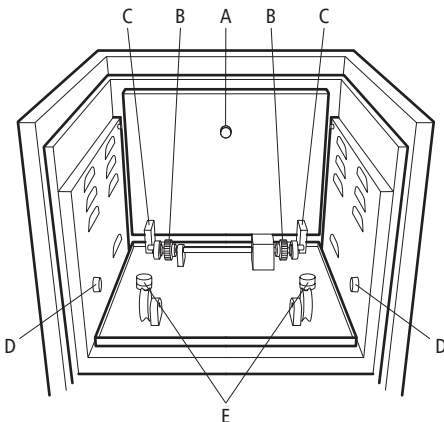

Figure 4: Pièces motrices de l'étuve INC-200D-H
- 5.4 Placez le tournebroche dans l'étuve, sur le mécanisme de rotation, en veillant à ce que les bandes dentelées à l'une ou l'autre extrémité du tournebroche se logent dans les roues dentées du mécanisme de rotation à l'arrière de l'étuve (B sur la figure 4). Les collerettes en plastique du tournebroche se positionnent sur les petites roues du plancher de l'étuve. Fermez la porte de l'étuve.
- 6.2 Soulevez la plate-forme par sa poignée (A sur la figure 4) depuis sa position de rangement, faites-la coulisser vers l'avant et posez-la sur le mécanisme de bascule en plaçant les ergots latéraux de la plate-forme dans les gorges de retenue (D) sur les parois latérales de la chambre de l'étuve. Cette